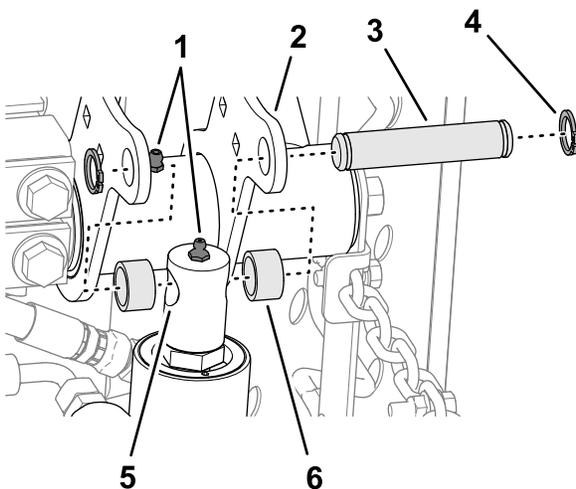

Figura 15
4. Mover a haste do cilindro de elevação lentamente até alinhá-la com os orifícios nos flanges do braço de elevação direito (Figura 15).
5. Monte a haste nos flanges com o pino de fixação, 2 espaçadores e 2 anéis de pressão (Figura 15).
6. Aplique lubrificante de lítio n. 2 à guarnição de lubrificação do braço de elevação e no cilindro hidráulico (Figura 15).
- Alinhe os orifícios nas placas da estrutura de suporte traseira com os orifícios nas placas de montagem da unidade de corte (Figura 15).